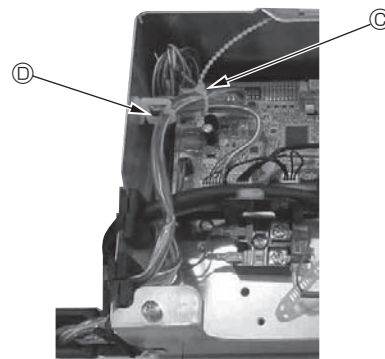

Fig. 10-14
- Plaats overtollige verbindingsbedrading van de i-See-sensor en signaalontvanger in de schakeldoos en in de bedradingklem zoals aangegeven in de tekening en bind de bedrading samen met de clip. (Fig. 10-14)